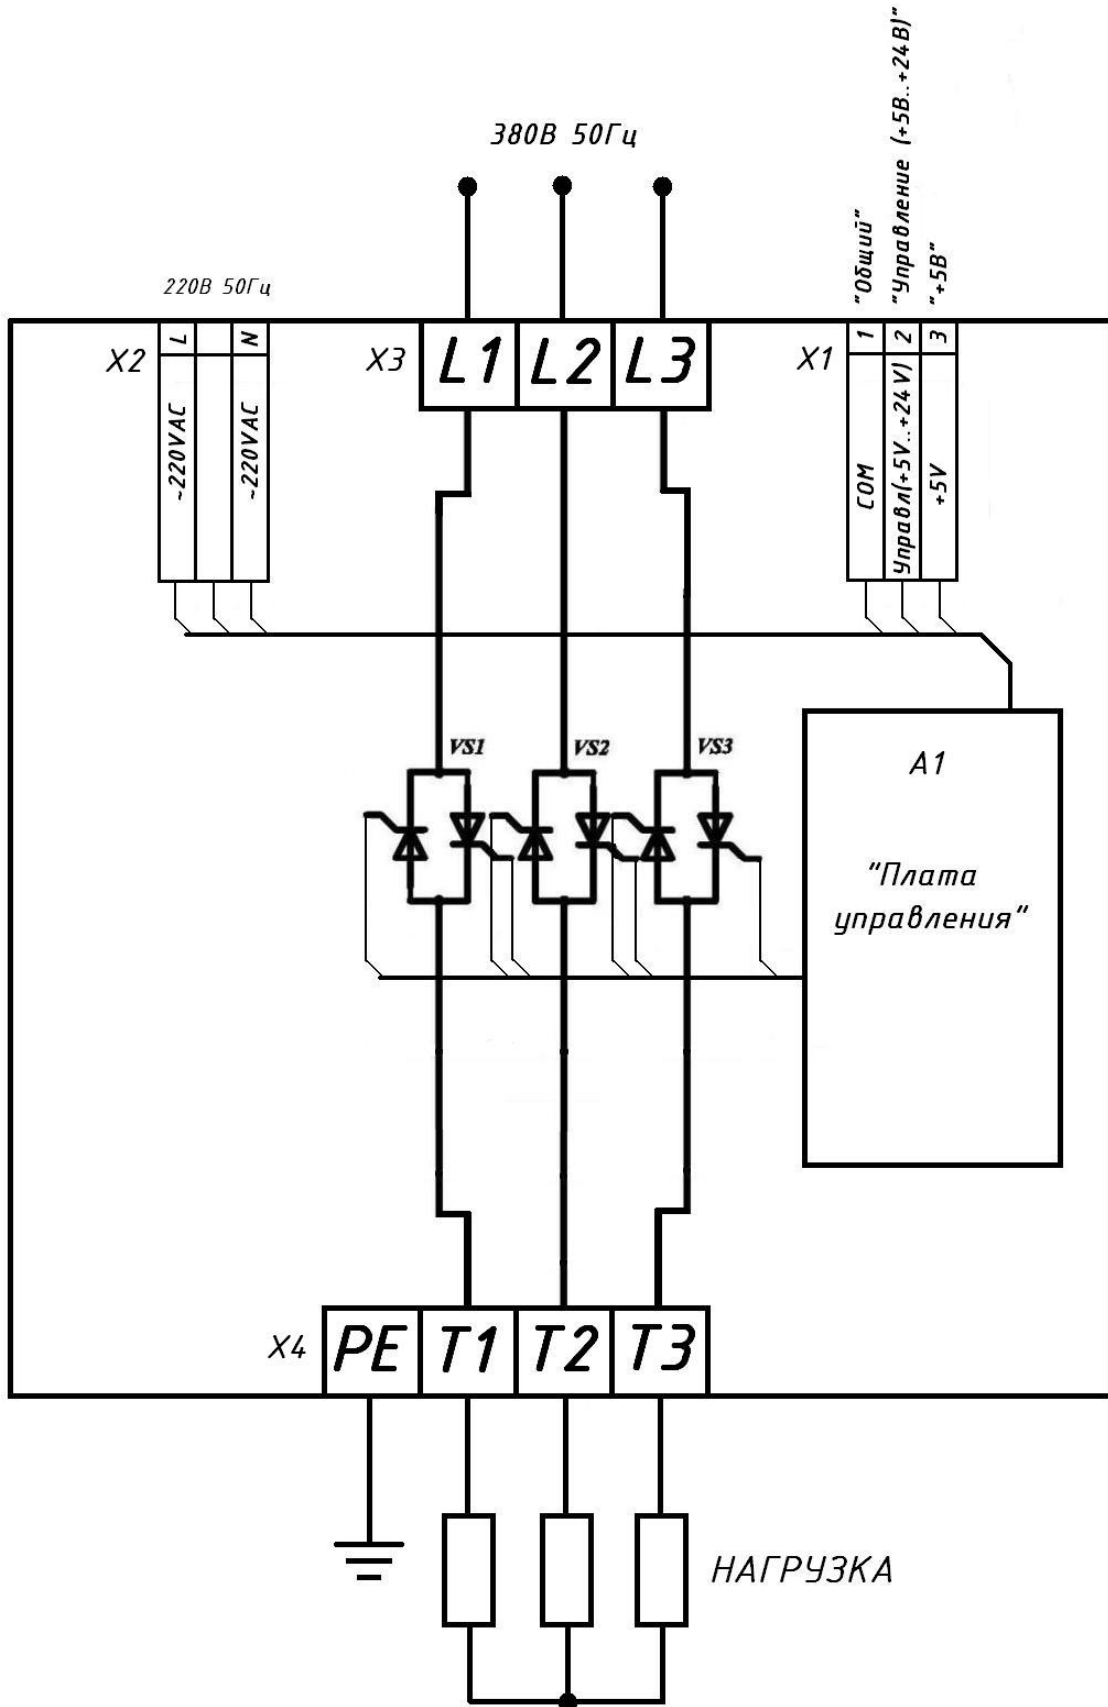

Рис.2 Схема внешних электрических соединений
4.2. Подсоединение силовых проводов питающей сети **L1, L2, L3** и заземляющего провода **PE**, нагрузки **T1, T2, T3**, проводов питания цепей управления и проводов для подключения управляющих контактов осуществляется согласно схеме внешних электрических соединений (Рис.2).
4.4. Управление пускателем осуществляется от внешнего управляющего устройства или посредством «сухого» контакта, соединяющего соответствующие клеммы клеммника **X1** (Рис.2). При наличии сигнала управления (**+3.5В..+24В**) (логическая «1») осуществляется включение пускателя, при отсутствии сигнала управления (**0В..+1.5В**) (логический «0») осуществляется выключение.
6.3. Подключение силовых цепей, цепей управления пускателя выполнить согласно схеме внешних электрических подключений (**Рис.2**).
Подать силовое напряжение 380 В, 50 Гц к клеммам L1, L2, L3 клеммника X1 (**Рис.2**).